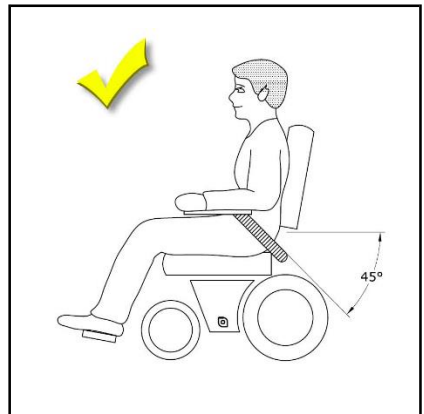

Figure 4.18 : position correcte de la ceinture
**Veiller à ce que la ceinture abdominale soit adaptée à l'utilisateur. La ceinture doit être tendue sur les hanches avec un angle d'environ 45°(fig. 4.18). Veiller à ce que la ceinture soit toujours propre et que son mécanisme de verrouillage fonctionne correctement. La ceinture et le mécanisme de verrouillage peuvent être nettoyés avec un chiffon humide. Si la ceinture est placée au-dessus de la hanche sur la partie molle de l'abdomen, elle peut conduire à une position assise incorrecte et au glissement de l'utilisateur vers l'avant.**